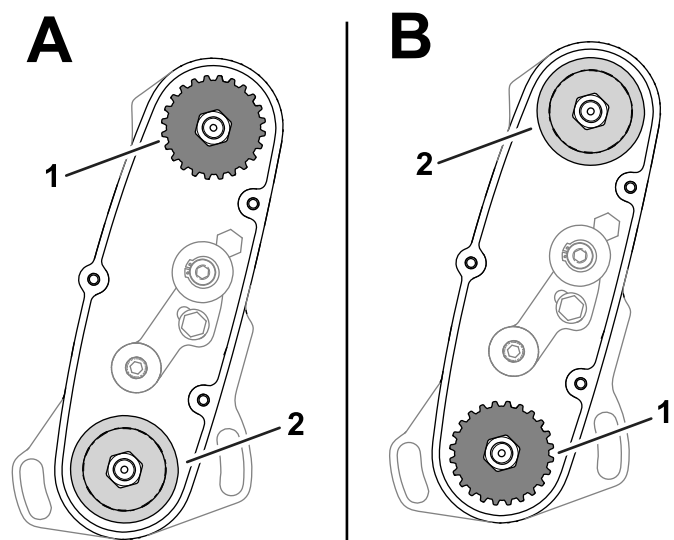

Figura 14
- **POSIZIONE SUPERIORE:** "A" nella Figura 14
- **POSIZIONE INFERIORE:** "B" nella Figura 14